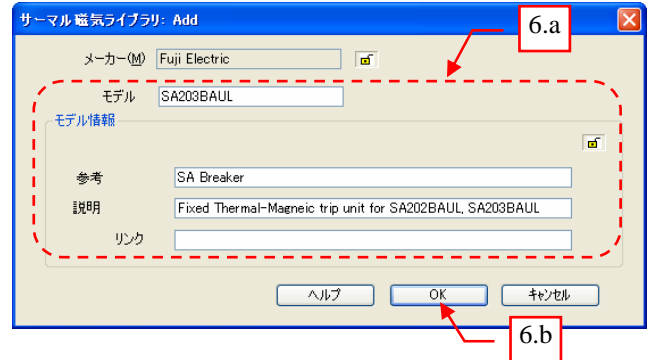

図 17
6. “サーマル磁気ライブラリ: Add” ダイアログボックスに以下のデータを入力します。 図 17 参照